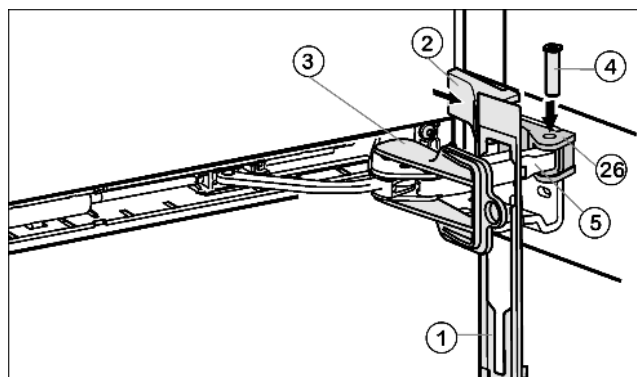

Fig. 10
- ▶ Krytku Fig. 10 (1) zavěste na třmenu tlumiče tak, že zajišťovací háčky ukazují dopředu a přední strana ke spotřebiči.
- ▶ Třímen tlumiče Fig. 10 (5) přitáhněte k ložiskovému dílu Fig. 10 (26) a čep Fig. 10 (4) zase vložte shora tak, aby čtyřhran seděl v prohlubni.
- ▶ Kryt Fig. 10 (2) nasadte a zaklesněte.
- ▶ Pojistku Fig. 10 (3) vytáhněte otočením.
- ▶ Krytku Fig. 10 (1) zatlačte do dveří.